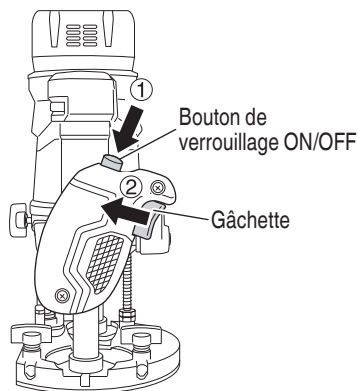

Fig. 26
Ce produit est équipé d'un bouton de verrouillage ON/OFF pour empêcher toute opération accidentelle de la gâchette. Pour activer l'outil, ① appuyer sur le bouton de verrouillage ON/OFF et ② tirer sur la gâchette. (Fig. 26)